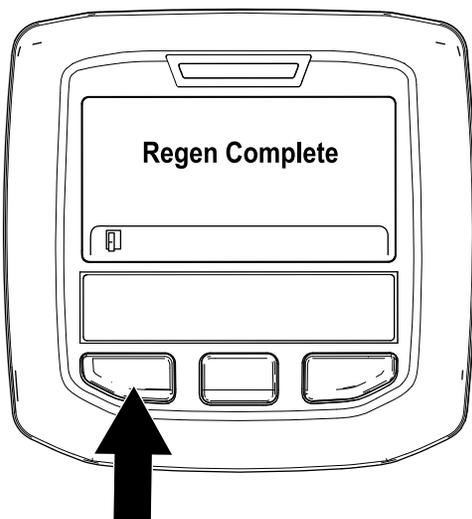

Рисунок 58
9. Регенерация с парковкой будет завершена, когда на дисплее инфо-центра появится сообщение «Regen Complete» («Регенерация завершена»). Для перехода на главный экран нажмите левую кнопку (Рисунок 58).